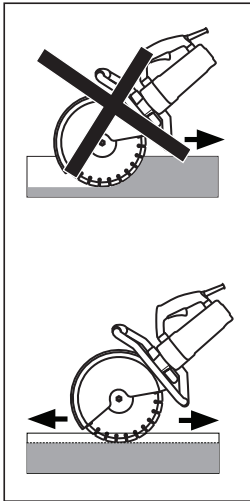

FIG. 17
- Engagez doucement la lame dans la pièce à usiner. La performance est optimale lorsque vous coupez droit le long d'une ligne de coupe préalablement marquée. Ne coupez pas à une profondeur supérieure à 50 mm (2 "). **(Fig. 17)**